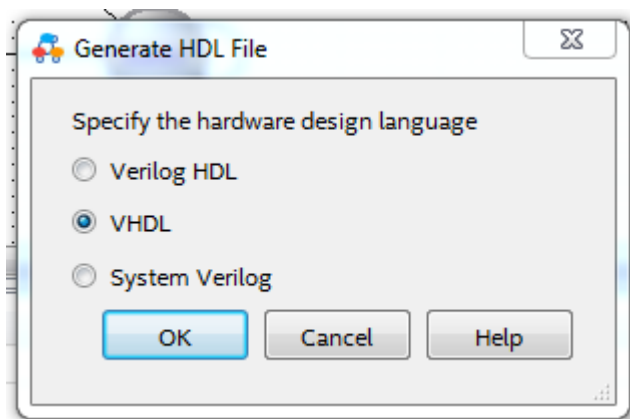
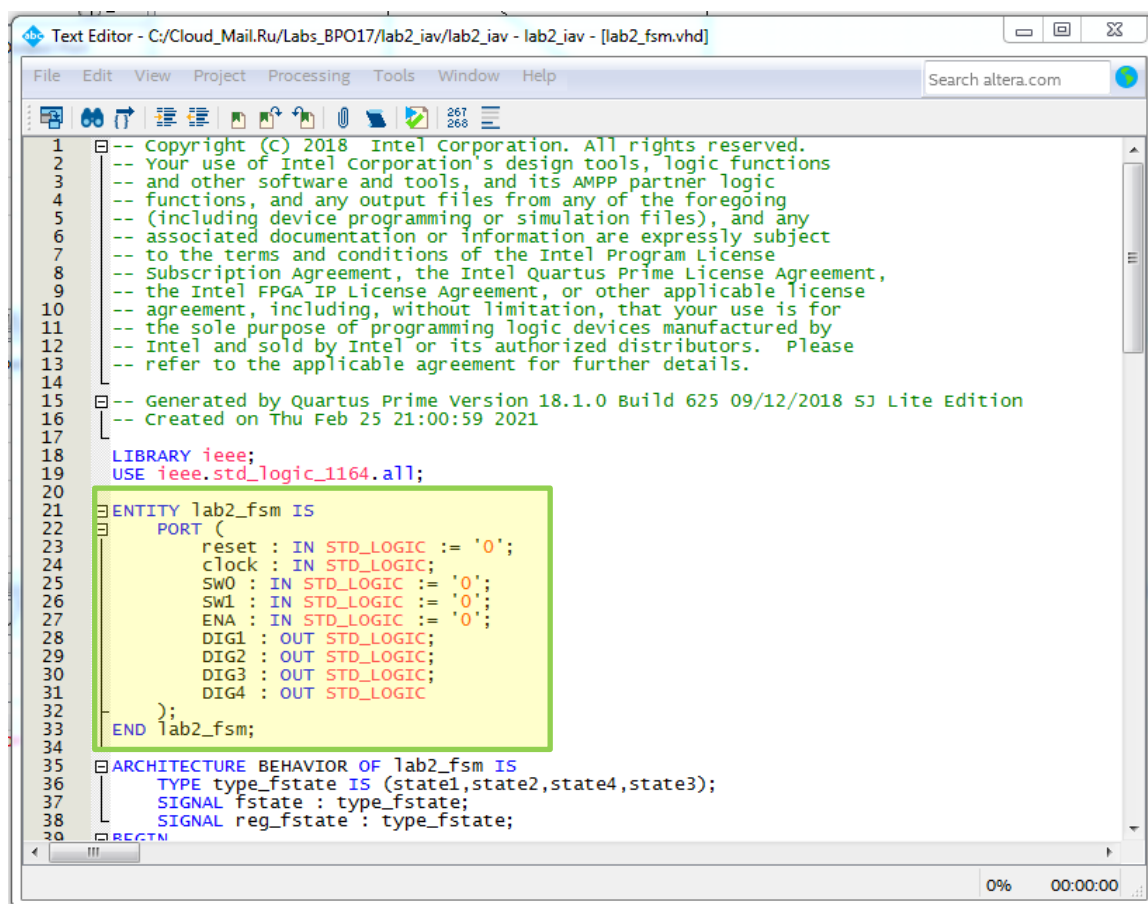

Рис. 18 Генерация файла описания созданного автомата на языке HDL
Рис. 19 Файл описания созданного автомата на языке HDL
- 3.16. Выполните генерацию файла описания созданного автомата на языке HDL с помощью инструмента . Для этого нажмите на нее ЛКМ на панели инструментов и в появившемся окне **Generate HDL File** выберите нужный язык описания (в нашем случае VHDL) (рис. 18). Далее выполните «OK». Появится окно текстового редактора **Text Editor** с созданным текстом описания автомата на языке VHDL (рис. 19).